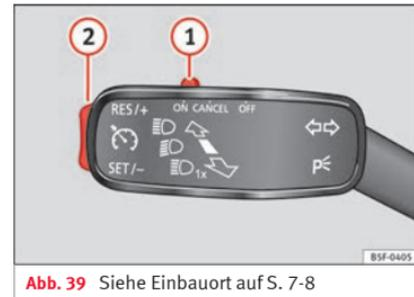

Abb. 39 Siehe Einbauort auf S. 7-8
- Die GRA anschließen: den Schalter  **Abb. 39**  in die Stellung **ON** schieben. Das System ist eingeschaltet. Da noch keine Geschwindigkeit gespeichert ist, erfolgt noch keine Regelung.
- GRA aktivieren: drücken Sie die Taste  **Abb. 39**  im Bereich **SET/-**. Die aktuelle Geschwindigkeit wird gespeichert und geregelt.
- GRA vorübergehend abschalten: Schieben Sie den Schalter  **Abb. 39**  bis **CANCEL** oder treten Sie auf die Bremse. Regelung wird vorübergehend abgeschaltet.
- GRA wieder einschalten: Drücken Sie die Taste  **Abb. 39**  in **RES/+**. Die gespeicherte
- GRA abschalten: Schalter **»» Abb. 39 1** auf **OFF** schieben. Das System wird abgeschaltet und die gespeicherte Geschwindigkeit gelöscht.